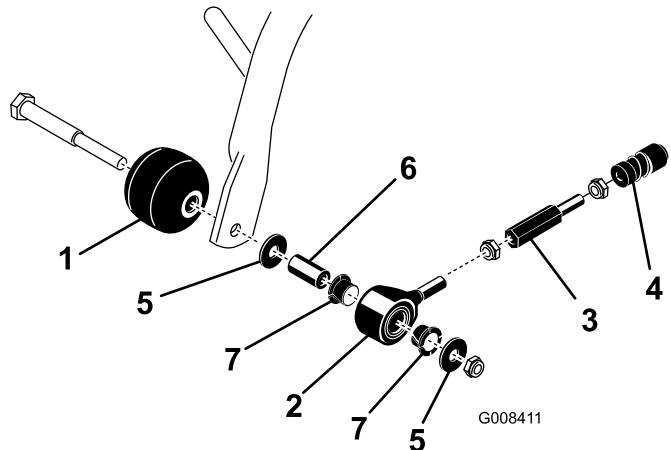

図9
1. ローラ・シャフト・スペーサ、ワッシャ、ロックナットを使用して、芝削り防止ローラとプル・リンク・アセンブリを各前キャリア・フレームの外側に取り付ける(図9)。各パーツが図のとおりに配置されていること、また、プル・リンクにナイロン製のブッシュがついていることを確認する。